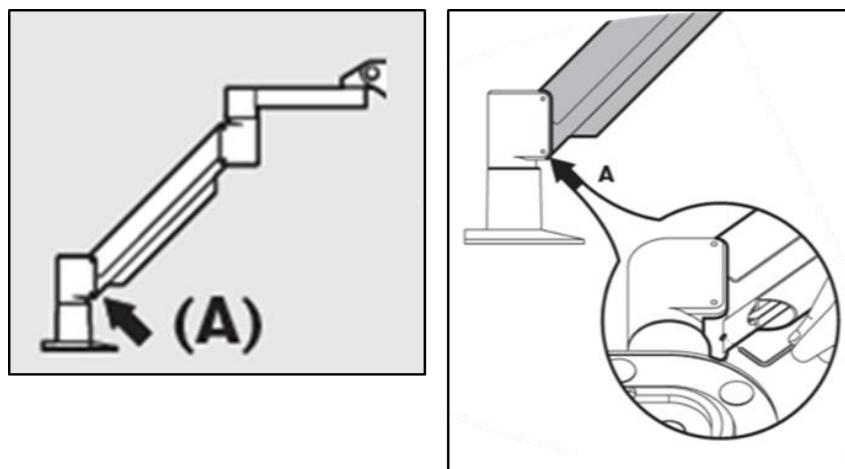

Bild 4-5. Lossa monteringsskruven A för motvikt
- Om armen glider nedåt ska du lyfta armen så högt det går och lossa monteringsskruv A för motvikt genom att vrida skruven minst en halv vridning. Använd en 3/32 insexnyckel. Se bild 4-5.
- Lyft armen till dess högsta läge och dra åt monteringsskruv A för motvikt tills kontakt bildas och dra sedan åt ett halvt till högst tre fjärdedelars varv. Se bild 4-5.